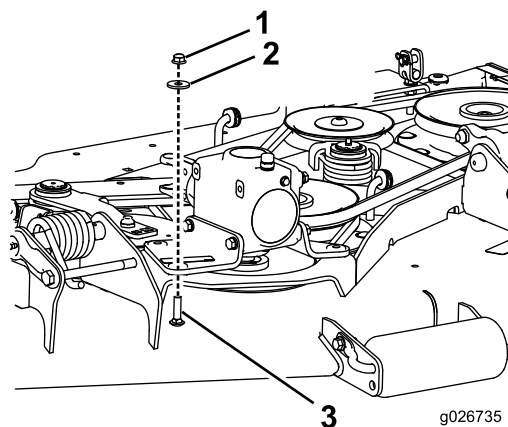

Figura 1
5. Instale la caja de engranajes (ver Figura 1).
2. Retire las 3 tuercas, arandelas y pernos de cuello cuadrado que sujetan los soportes de montaje de la caja de engranajes a la carcasa de corte (Figura 1).